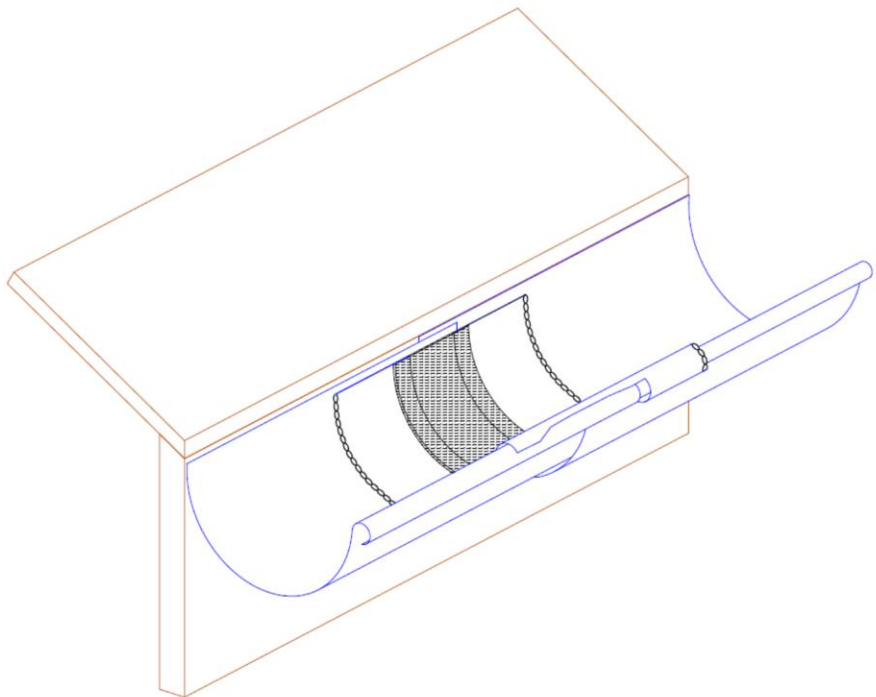

Figure 8 – Gouttière demi-ronde (Type 26)
- Engager les gouttières l'une dans l'autre et placer le Joint de dilatation en décalé par rapport au centre du recouvrement (cf. figure 10) afin que la partie EPDM du joint ne soit pas disposée au droit du recouvrement. Ensuite, effectuer les soudo-brasages de façon traditionnelle. Dans ce cas, mettre un cache sur les ourlets pour éviter une pénétration d'eau entre les gouttières et le joint. Le cache sera maintenu par un point de soudure sur un seul côté (cf. figures 8 et 9) ;